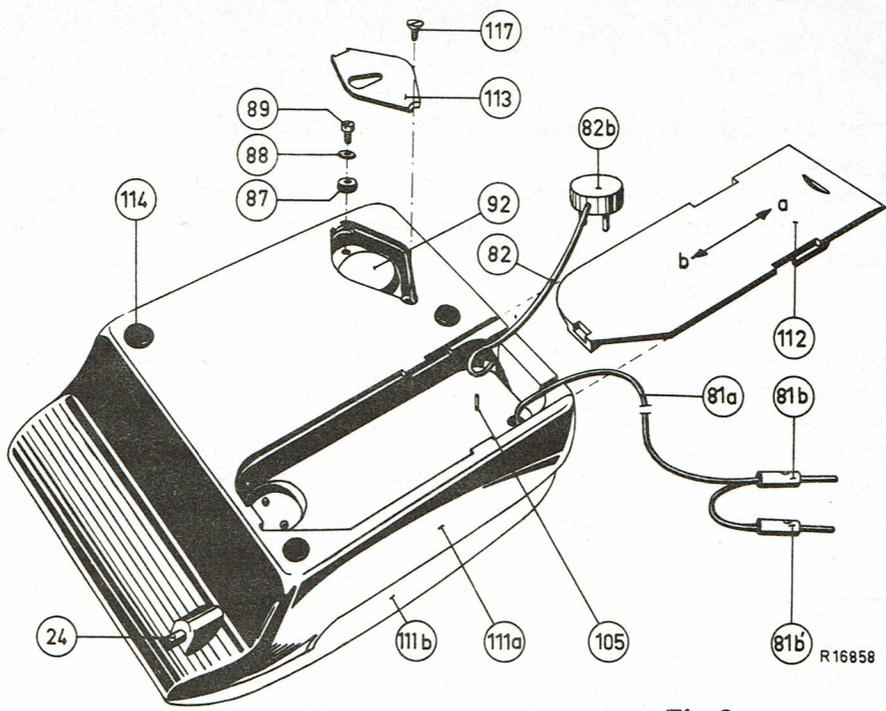

Fig.3
Pour cela tirer la coulisse dans la direction de la flèche a (voir la fig. 3)
5. Si désiré le disque peut être terminé aussi pendant la reproduction. Pour cela enfoncer le bouton 24 au front de l'appareil. Alors le disque est également poussé env. 1 à 2 cm dehors. Placer à nouveau la coulisse 112, en la poussant dans la direction de la flèche b (voir la fig. 3). Placer ensuite l'appareil sur une surface horizontale. Si l'appareil est en position oblique, ceci peut entraîner un mauvais fonctionnement.
7. Enlever le couvercle devant le carrousel 113 au moyen de la vis 117 (voir la fig.3).